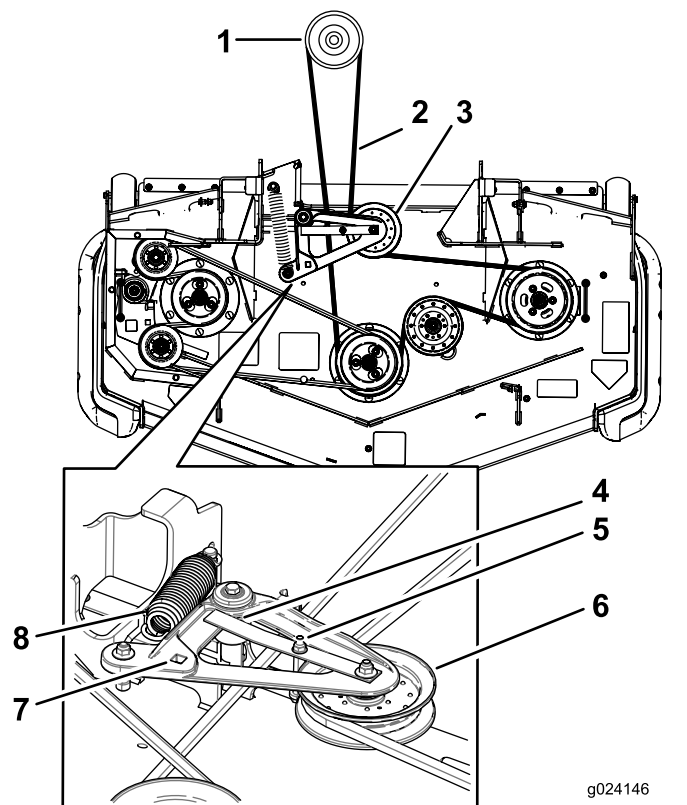

Figura 91
6. Utilize uma lingueta no orifício quadrado no braço intermédio para retirar a tensão da mola intermédia (Figura 91).
8. Instale a nova correia à volta das polias do cortador e da polia da embraiagem por baixo do motor (Figura 91).
9. Rode para assegurar que a patilha da guia da correia está em contacto com o cubo da articulação (Figura 91).
10. Utilizando a lingueta no orifício quadrado, instale a correia em torno da polia intermédia com mola (Figura 91). Assente as extremidades da mola nas ranhuras do fixador.